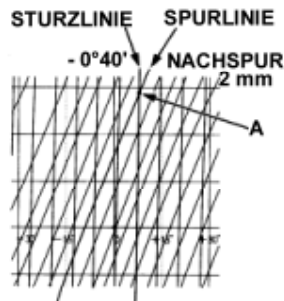

Abb. 13
4. Den Nachstellzentrumswinkel anhand des Diagramms in den Sturzwinkel übersetzen (z. B. den Sturzwinkel der schrägen Sturzlinie ablesen, die durch den Punkt A oder am nächsten daran vorbei verläuft) (Abb. 13).